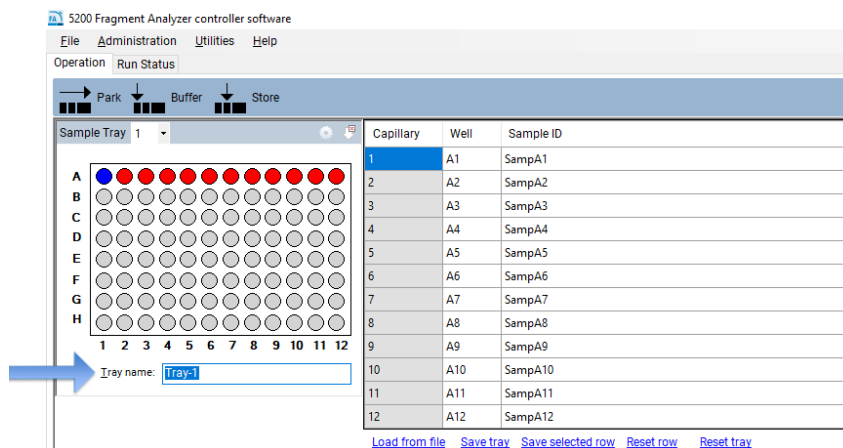

Figura 86 Selección del nombre de la bandeja
- En el campo **Tray name** (Nombre de la bandeja) de la pestaña **Operation** (Funcionamiento), seleccione el nombre de la bandeja con el cursor del ratón (Figura 86).